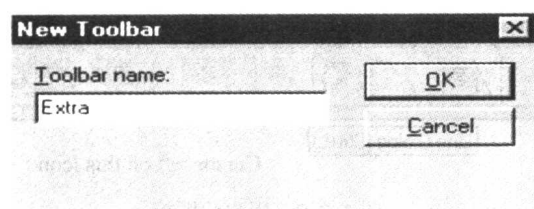

图 1.2.7 创建新工具对话框
1. 在 Toolbars 选项,选择“New”创建自己的工具条,系统弹出如图 1.2.7 所示对话框。键入“Extra”。